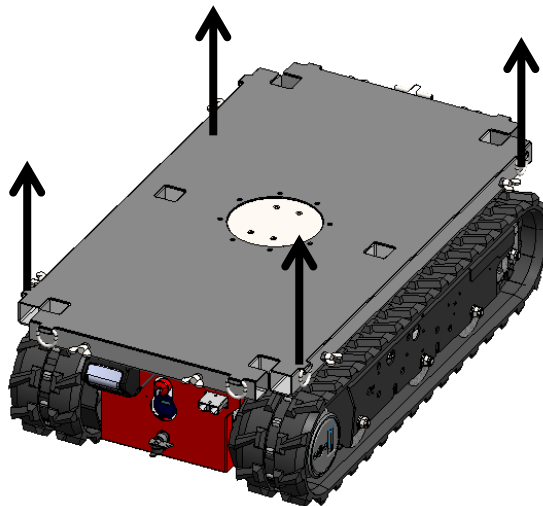

Abbildung 24
- Heben Sie den Raupentransporter mit Hebegurten oder Ketten von mindestens 750 kg Tragfähigkeit an. Montieren Sie diese an den 4 Hebeösen seitlich an der Ladefläche (siehe *Abbildung 24*).
- Richtung Front und Seite mindestens mit dem 0,5-fachen des Maschinengewichts, Richtung Heck mindestens mit dem 1-fachen des Maschinengewichts festzurren (Abbildung 24).